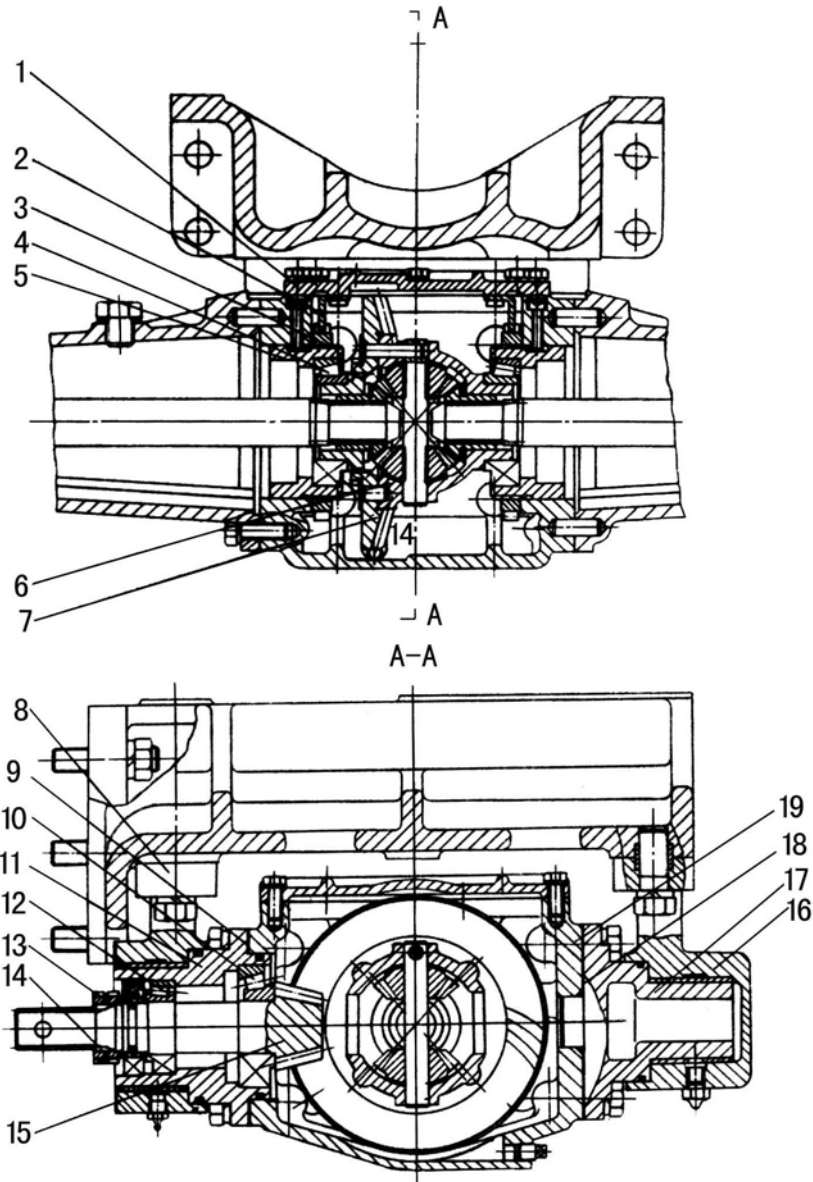

Fig. 6-9 Transmisión central del eje de tracción delantero y conjunto del diferencial
6.6.1 Ajuste de la transmisión central (fig. 6-9)
6.6.3 Ajuste del par de engranajes de transmisión interna (fig. 6-9)